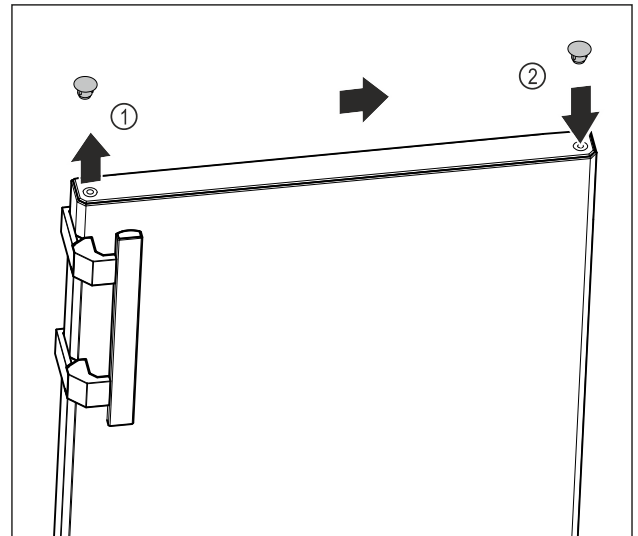

Fig. 9
- ▶ S ploščatim izvijačem previdno privzdignite pokrovni čep na zgornji strani vrat Fig. 9 (1).
- ▶ Pokrovni čep vstavite na nasprotni strani. Fig. 9 (2)